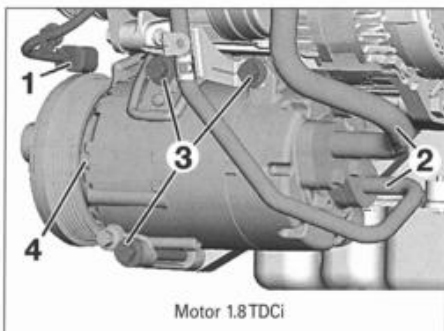

FIG. 16
- Sacar el conector (1) del embrague de compresor (fig. 16 ó 17) (según motorización).
- Separar las tuberías (2) de aire acondicionado, taponar los conductos con capuchones estancos.
- Desmontar los tornillos de fijación (3) del compresor (4).